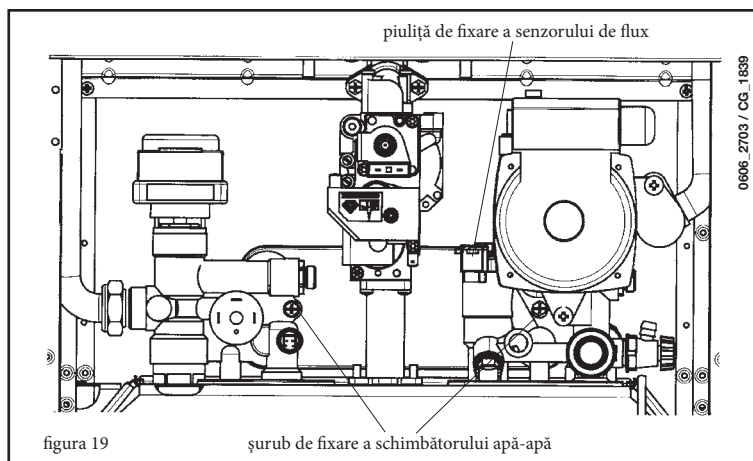

figura 19
- 2) conectați cablurile vanei cu 3 căi (alb-roșu-negru) așa cum se arată în figura 19;
- scoateți cele două șuruburi, vizibile frontal, de fixare a schimbătorului apă-apă și eliberați-l din locul său (figura 19).
- Desfaceți piulița prezentă pe grupul senzor de flux (figura 19).